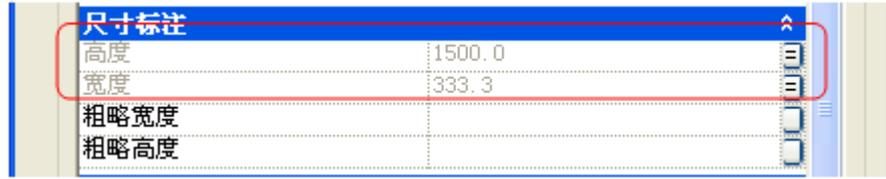

图 19.12-10
- 选择单扇窗族文件，打开其类型属性对话框，单击窗“高度”参数行最后的矩形按钮，在弹出的“关联族参数”对话框中选择“高度”参数，并确定（如图 19.12-10 所示）。